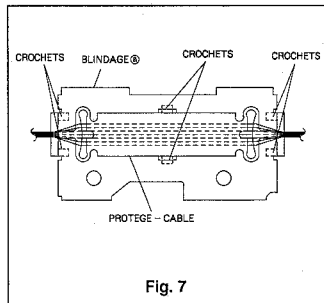

Fig. 7
- Dégraffer les six crochets plastiques qui maintiennent les câbles sur le blindage(ⓐ), comme montré Fig. 7.